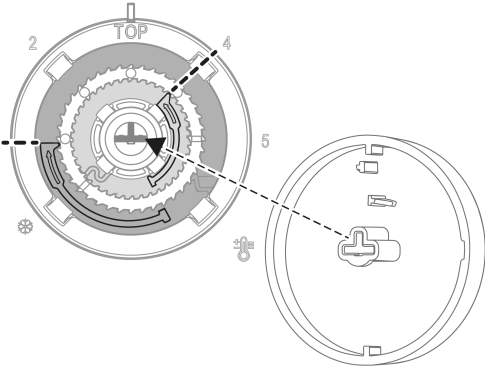

Bild 4: Einstellung der Temperaturbegrenzung (vorher/nachher)
- Bedienknopf von der Zentralplatte abziehen, so dass die Einstellringe sichtbar sind (Bild 4). Das Abziehen erfolgt von Hand oder mit geeignetem Werkzeug, z. B. Saug- oder Tastenheber.
- Bedienknopf wieder aufstecken, dabei Kodierung (Bild 4) der Drehachse beachten.